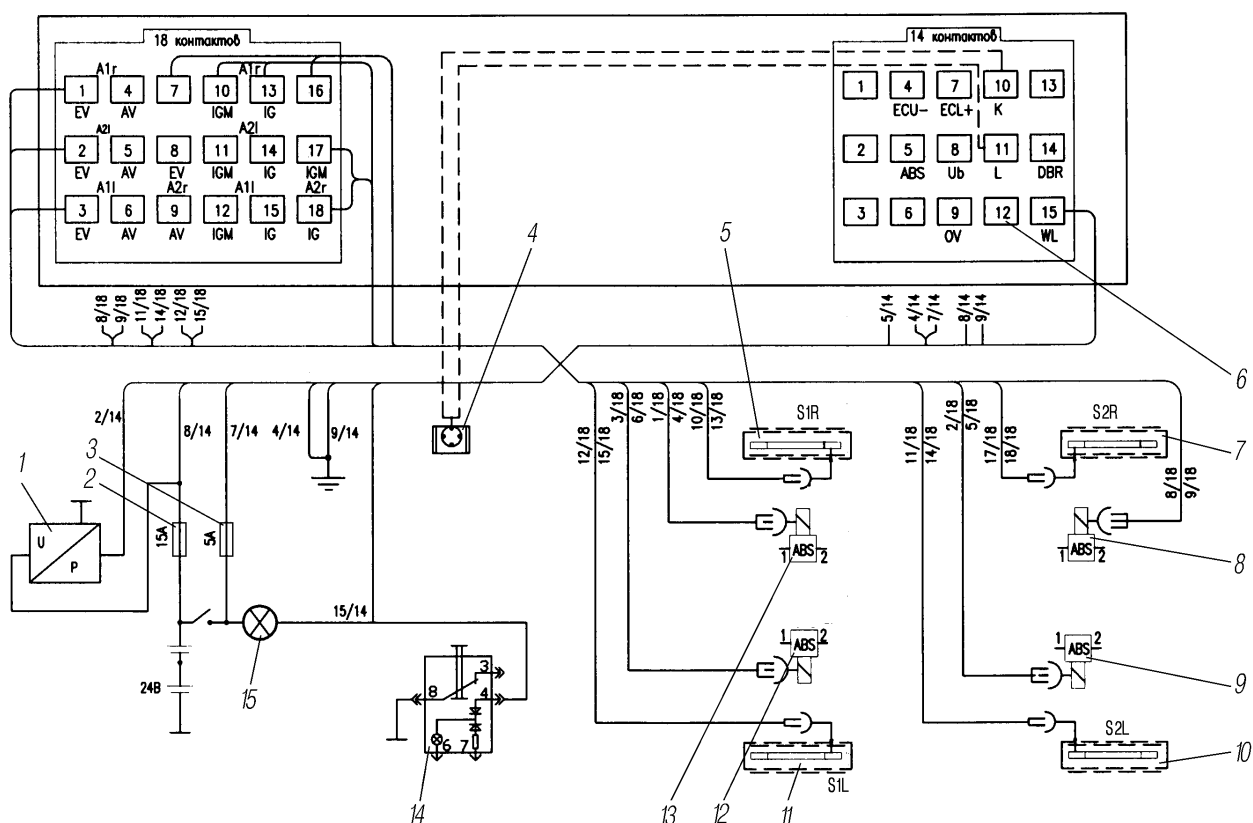
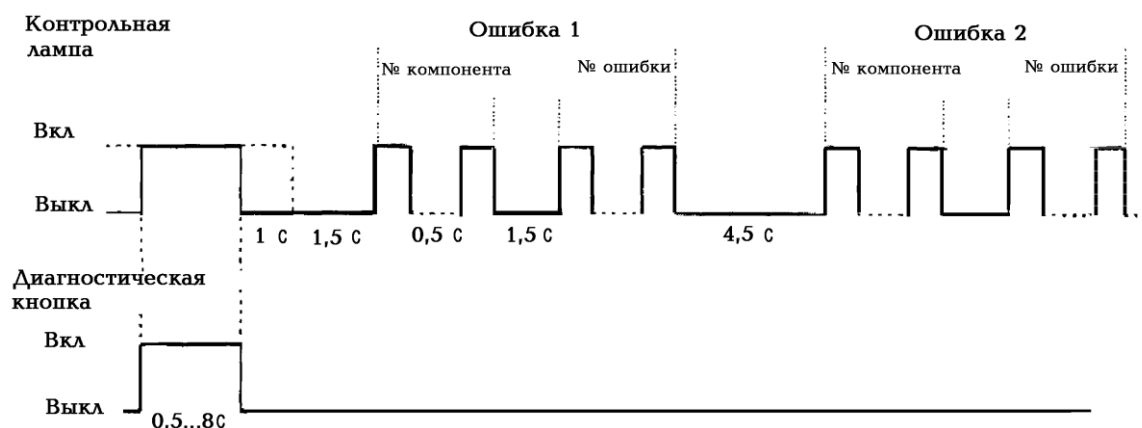

Рис. 61. Схема подключения блока управления:
Рис. 63. Вызов кодов ошибок (блинк-кодов)
**Электронный блок управления** является основной частью АБС. Схема подключения блока управления показана на рис. 61.
Для активизации режима диагностики необходимо включить зажигание и нажать выключатель диагностики 14 (см.рис. 61) на панели приборов и удерживать его во включенном состоянии от 1 до 3 с (при нажатии выключателя диагностики от 3 до 6 с активизируется режим просмотра конфигурации системы). Если была зафиксирована активная ошибка (рис. 63) то в режиме диагностики будет выдаваться только эта ошибка, если зафиксировано несколько ошибок, то отображается ошибка зафиксированная последней. Выход из режима диагностики осуществляется выключением зажигания или началом движения. Если активных ошибок не зафиксировано, то при диагностике будут отображаться пассивные (не присутствующие в данный момент) ошибки в порядке обратном их появлению (сначала последняя затем предыдущая).